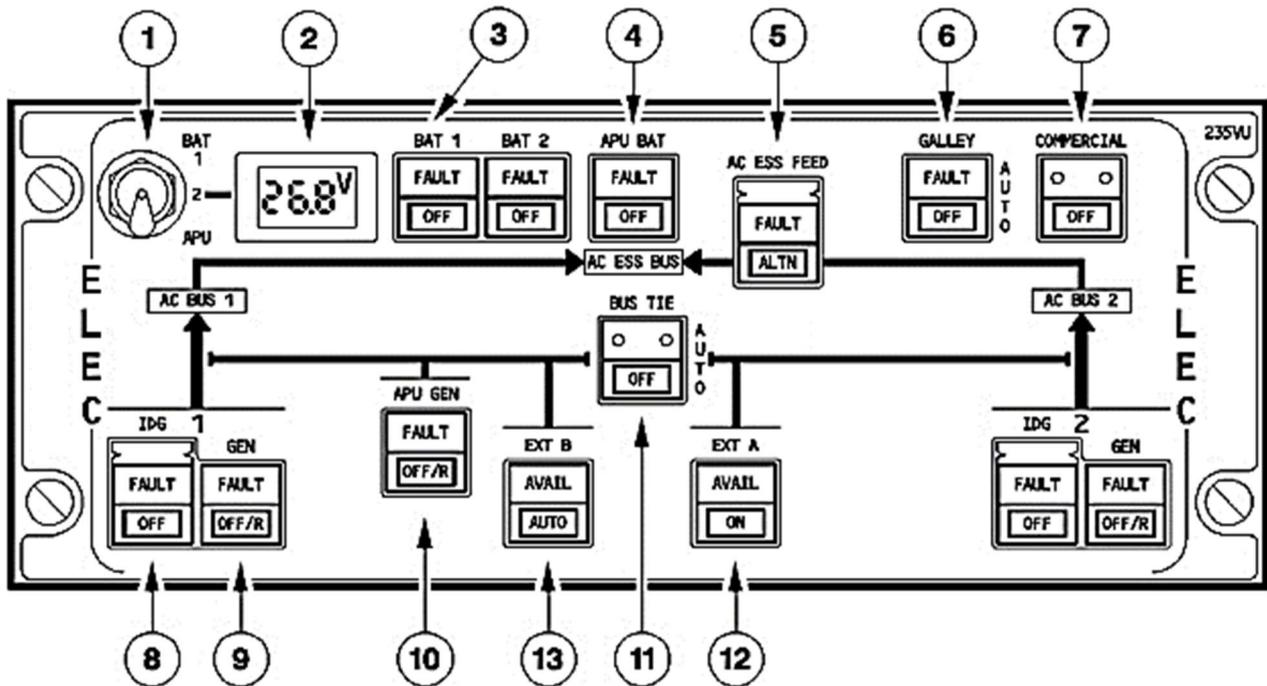

Рис. 1.4. Панель управления ELEC Control Panel (235VU).
1.2.1. Основные органы управления СЭС (рис.1.4.) размещены на панели ELEC Control Panel (235VU), которая располагается на верхней панели (overhead) в кабине (cockpit) экипажа.